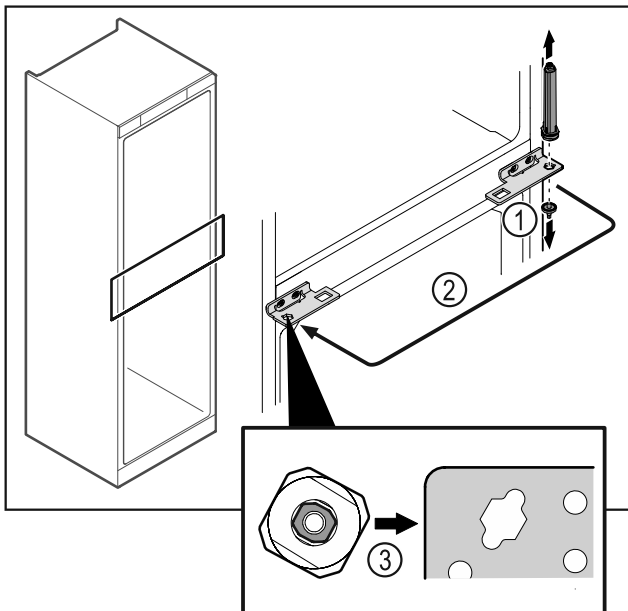

Fig. 49
- ▶ Odšroubujte čep závěsu Fig. 49 (1).
- ▶ Přesaďte uzavírací systém dvířek Fig. 49 (2).
- ▶ Při nasazování dbejte na správné vyrovnaní uzavíracího systému dvířek Fig. 49 (3).